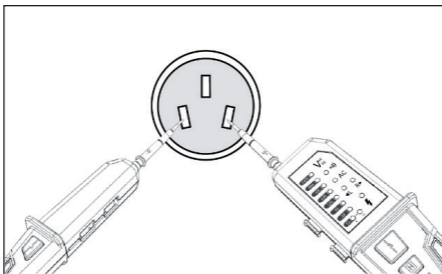

Fig. 3
1. Avant le test, sélectionnez un objet de tension connu et connectez les deux sondes à celui-ci (par exemple, une prise de courant de 220V), pour garantir la précision du testeur (voir Figure 3). Ce testeur ne peut pas mesurer les tensions CA ou CC inférieures à 12V. Lorsque vous testez une tension <12V CA/CC, il est possible que le voyant LED ne s'allume pas.